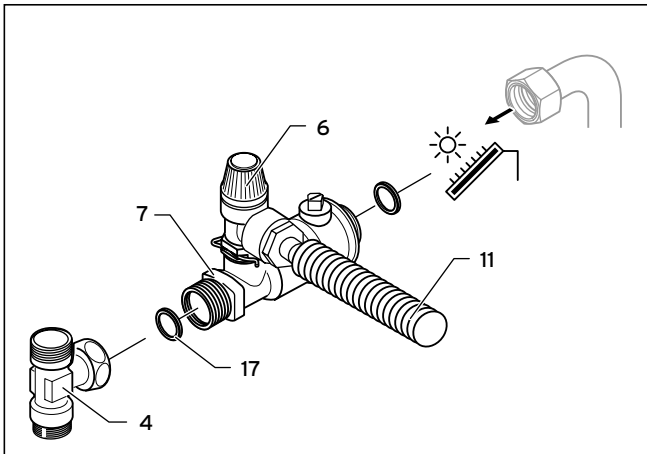

Bild 4.3 Underhållskran (A) - monteringsposition
**Risk för personskador p.g.a. skador på solfångarna. Om underhållskranen (A) är felaktigt monterad fungerar inte säkerhetsventilen (6), när underhållskranen (7) är stängd. Solfångarna kan skadas och hett solcellsmedium tränga ut. Kontrollera att underhållskranen (A) är monterad som i bild 4.3.**
- Montera T-stycket (4) på det korrugerade röret av rostfritt stål (14).
- Montera underhållskranen med säkerhetsventil (A), som i bild 4.3, på T-stycket (4).
- Montera det korrugerade röret av plast (11) på säkerhetsventilen (6).
- Led det korrugerade röret av plast (11) till en separat uppsamlingsbehållare.